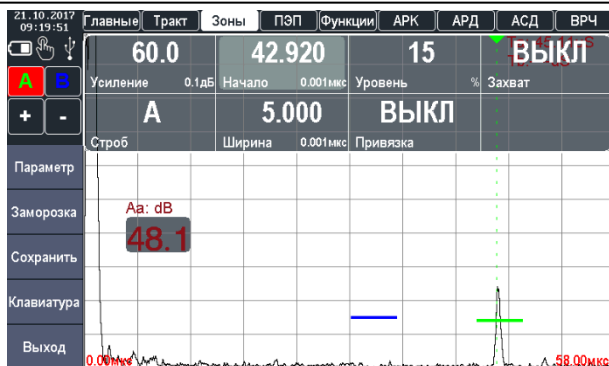

Рисунок 2.51 – Наведения строба на отраженный сигнал
3. Получить отраженный эхо-сигнал от эквивалентного отражателя и подвести к нему строб А (рис. 2.51).